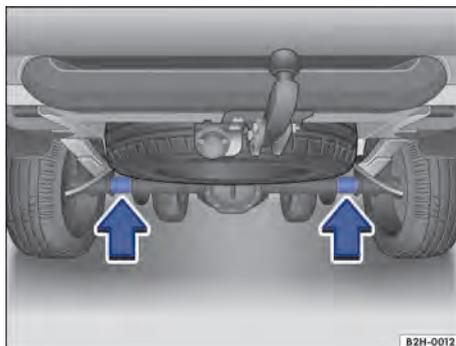

Fig. 207 Pontos de apoio traseiros do macaco.
O macaco deve ser colocado somente nos pontos de apoio mostrados → Fig. 207 (setas).
3. Localizar o ponto de apoio de elevação do veículo mais próximo na frente → Fig. 205 ou na traseira → Fig. 207 da roda a ser trocada.